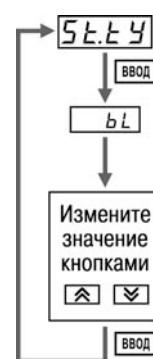

Рисунок 9.5 – Изменение значения параметра
- Осуществляется выбор параметра для изменения, после чего нажимается кнопка (рисунок 9.5). При этом начнет мигать значение параметра на ЦИ2.